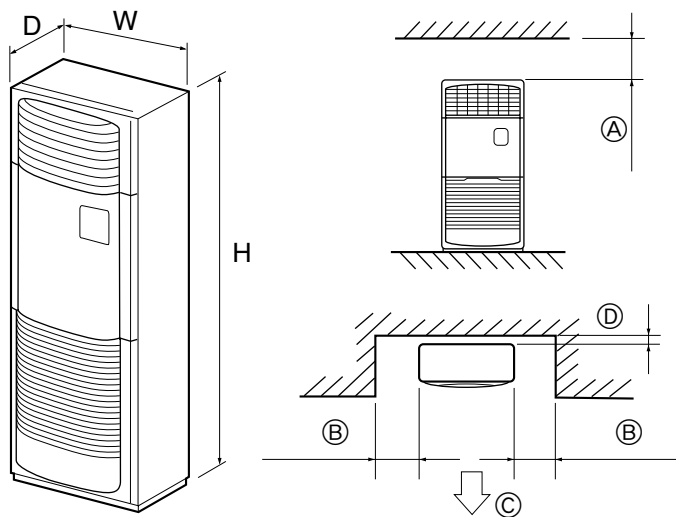

Fig. 2-1
2.1. Uvendige mål (Indendørs enhed) (Fig. 2-1)